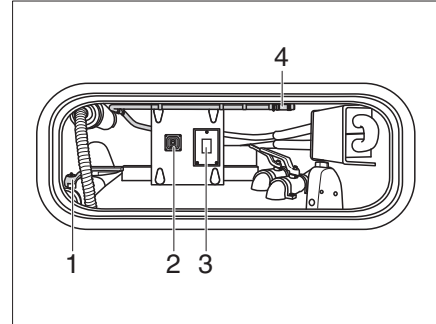

Bild 371 Kassette Zerhackertoilette spülen (Ansicht in Staukasten)
- Entleerungshahn (Bild 371,1) öffnen.
- Schalter (Bild 371,3) drücken.
- Schalter (Bild 371,2) für die Entleerungspumpe betätigen.
- Schlauch zur Tankreinigung (Bild 371,4) im Staukasten aushängen und an einen Wasseranschluss anschließen.
- Nach der Spülung Wasseranschluss abnehmen und Schlauch zur Tankreinigung (Bild 371,4) verstauen.
- Entleerungshahn (Bild 371,1) schließen.